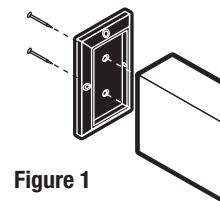

Figure 1
3 Fixez une cornière à quatre faces à chacune des extrémités de la traverse inférieure, au moyen de deux (2) vis engagées dans les trous préforés de la cornière (fig. 1).